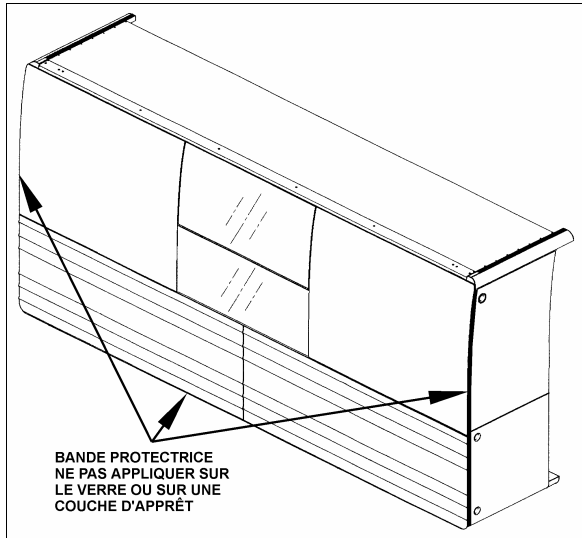

FIGURE 1
4. Décoller la pellicule de protection sur environ 4 po. Positionner une bande protectrice sur chaque paroi latérale et aussi en dessous de la rallonge (voir les figures 1, 2 et 3).